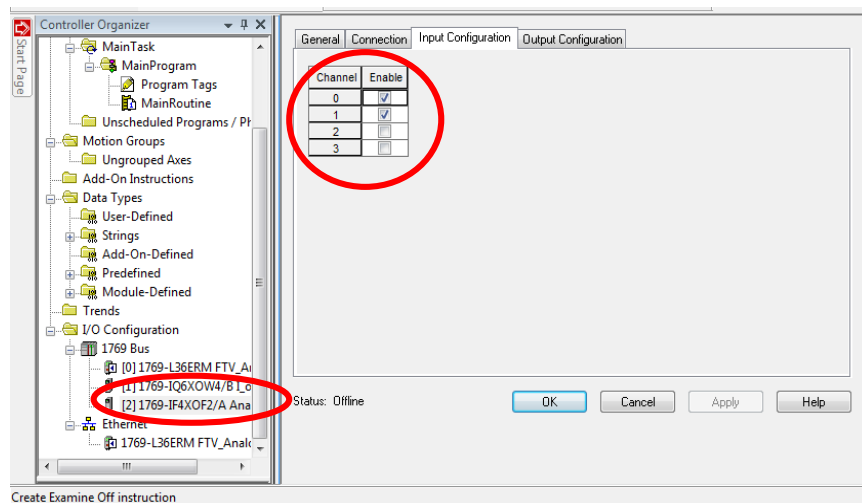

Figura 7: Canales disponibles para las entradas analógicas
5. Habilitar los canales dependiendo del canal en uso del módulo analógico del controlador L36ERM como se puede observar en la figura 7.